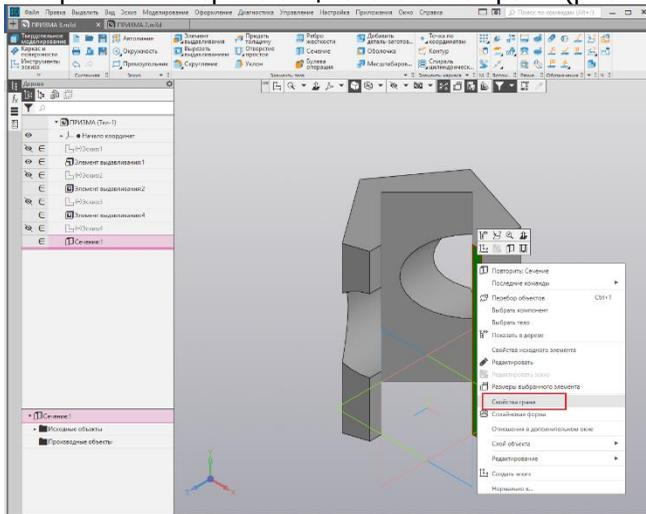

Рис. 42.
4. Для наглядности изменим цвета граней, которые образовались в результате разреза. Для этого щелкните левой клавишей мыши на грани и выберите опцию Свойства грани (рис. 42).